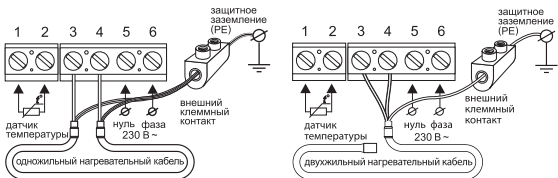

Рис. 3
Выводы нагревательной секции или мата подключаются к клеммам 3 и 4; вывод экранирующей оплетки (желто-зеленый провод) – к линии защитного заземления (PE) через внешний клеммный контакт (рис. 3).